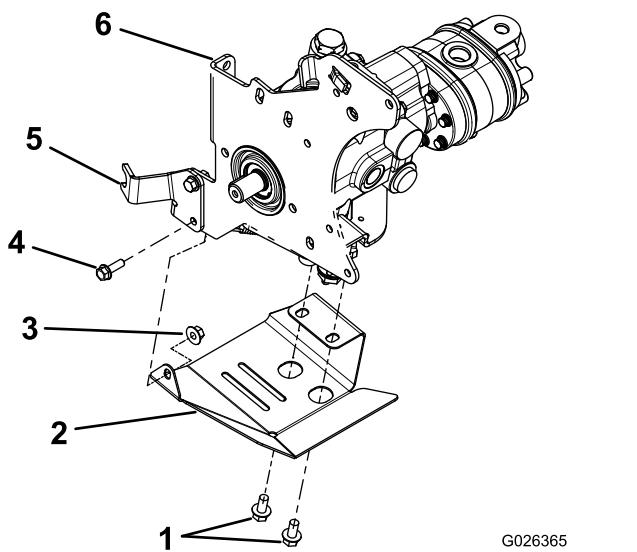

Figura 2
- Rimuovete il bullone e il dado che fissano l'estremità inferiore della staffa di supporto del cavo alla piastra della pompa (Figura 2). Scartate il bullone ma conservate il dado.
2. Rimuovete e conservate i (2) bulloni che fissano la staffa di folle alla parte inferiore del sistema idraulico (Figura 2).
3. Collegate senza serrare la nuova protezione idraulica e la staffa di folle alla parte inferiore del sistema idraulico con i (2) bulloni rimossi nel passaggio precedente. Non serrate ancora i bulloni in questa fase (Figura 2).
4. Collegate senza serrare la staffa di supporto del cavo alla piastra della pompa con il nuovo bullone (in dotazione nel kit) e il dado precedentemente rimosso (Figura 2).